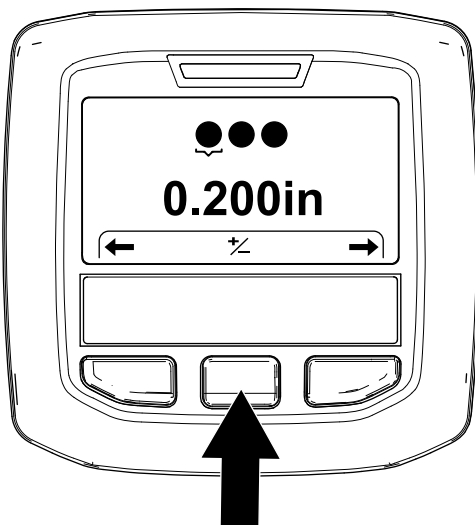

Figura 58
3. Apăsăți butonul InfoCenter din dreapta până când se afișează ecranul Setting the Tine Diameter (Setare diametru dinte) (Figura 58).